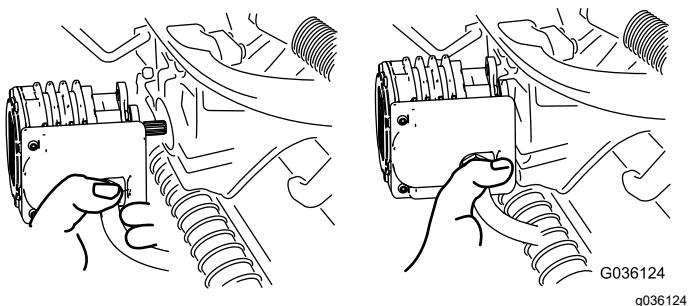

Figura 56
- Spostate il motore in posizione di stoccaggio davanti al braccio di sospensione (Figura 56).